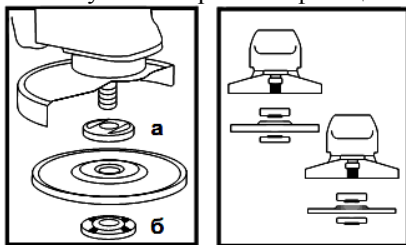

Рисунок 2
5.4 Установите на изделие шлифовальный либо отрезной диск. Для этого нажмите на кнопку фиксации шпинделя (1) и проверните шпиндель до такого положения, при котором он зафиксируется. С помощью вилочного ключа из комплекта изделия отверните и снимите зажимную гайку (б) (смотрите рисунок 2). Установите шлифовальный диск на посадочное место фланцевой шайбы (а) (рисунок 2), наживите рукой зажимную гайку на шпиндель и затяните ее ключом из комплекта изделия.